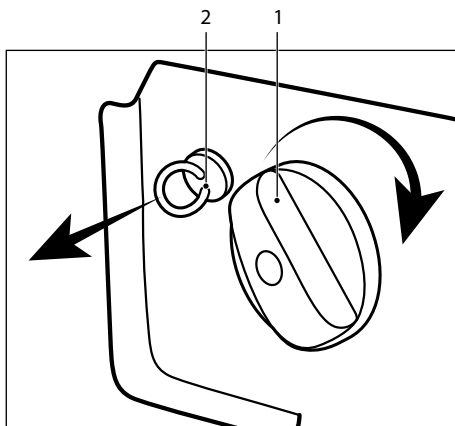

Рис. 10
7.1.2 Откройте топливный кран 1 и вытащите на себя кран 2 для закрытия воздушной заслонки (рис. 10).